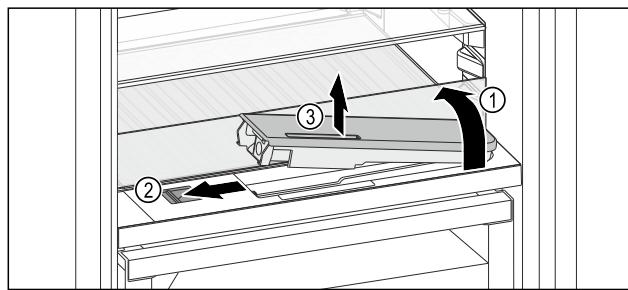

Fig. 172
- Поднять стеклянную панель и откинуть до упора назад Fig. 172 (1).
- Сдвиньте ползунок Fig. 172 (2) влево.
- Вынуть бак для воды Fig. 172 (3).